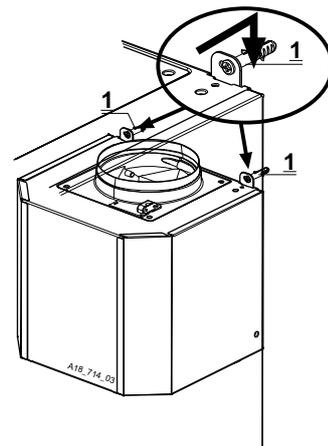

Рис. 4
- навесьте колпак на винты 1 размером 4,2 x 44,4, установленные как описано выше (рис. 4).